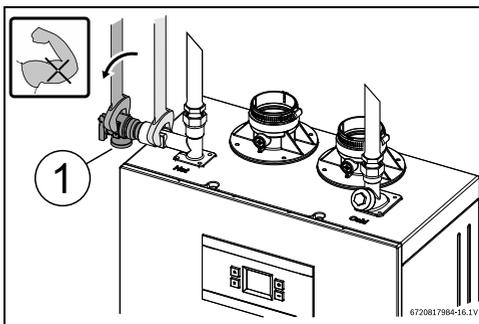

Fig. 27 Raccordements de plomberie et (avec vannes d'arrêt) et soupape différentielle
- ▶ Pour installer une soupape différentielle, utiliser le port intégré, voir fig. 27 [1].
- ▶ Serrer la soupape différentielle avec le support d'une clé plate, voir fig. 27.
- ▶ Des soupapes d'arrêt doivent être installées sur les conduites d'alimentation en eau froide et de sortie d'eau chaude sanitaire pour faciliter l'entretien du chauffe-eau (voir fig. 27).